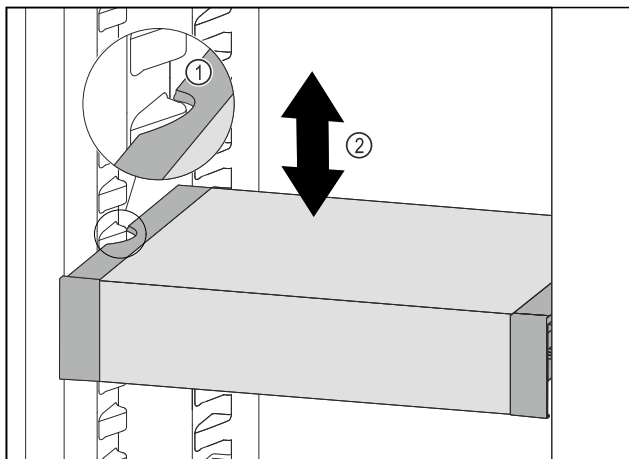

Fig. 106
- ▶ Tirer le VarioSafe vers l'avant jusqu'à ce que les encoches latérales du VarioSafe soient à la hauteur de la nervure du bac dans la partie réfrigérateur. Fig. 106 (1)
- ▶ Déplacer le VarioSafe vers le haut ou vers le bas dans la partie réfrigérateur jusqu'à ce que la hauteur souhaitée soit atteinte. Fig. 106 (2)